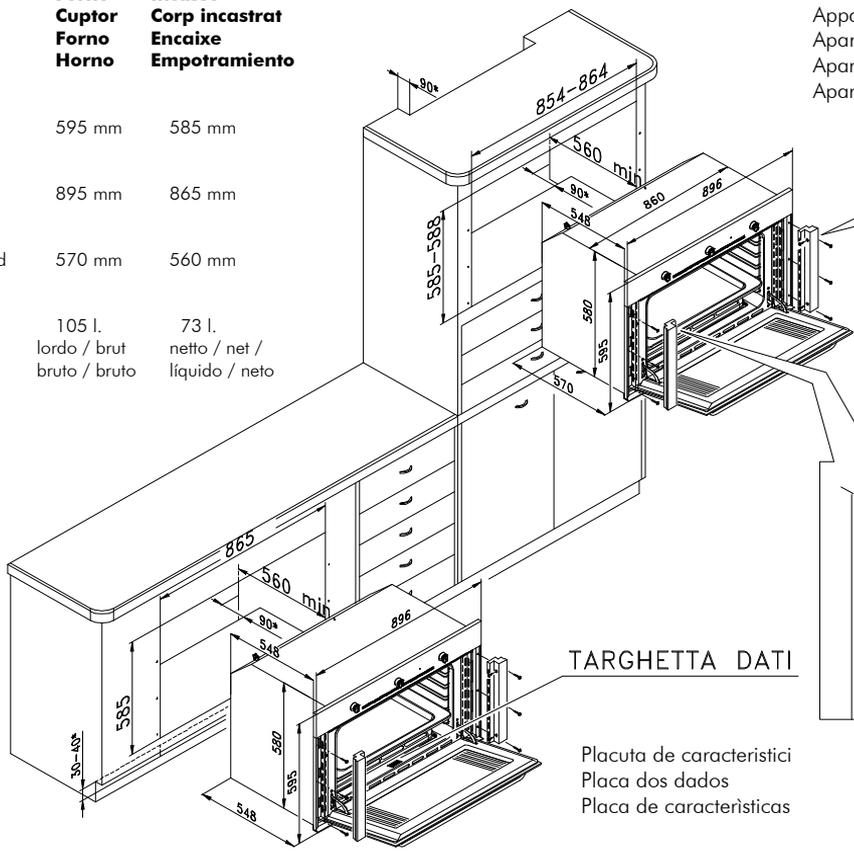

fig. 1
**INSTALLAZIONE NEL MOBILE (fig. 1)**
- Il fissaggio del forno al mobile si effettua nel seguente modo (fig. 1):
**MONTAREA IN MOBILA DE BUCATARIE (fig. 1)**
- Cuptorul poate fi incastat astfel: (fig. 1):